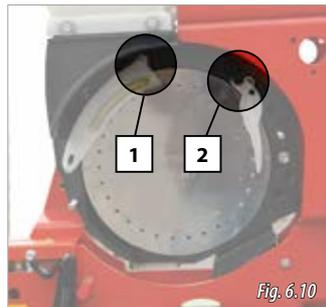

Fig. 6.10
- 2- Estrarre il selettore di sementi (1, Fig. 6.10) dalla fessura di fissaggio tirando, quindi svitare il perno dell'espulsore di sementi per rimuoverlo (2, Fig. 6.10).